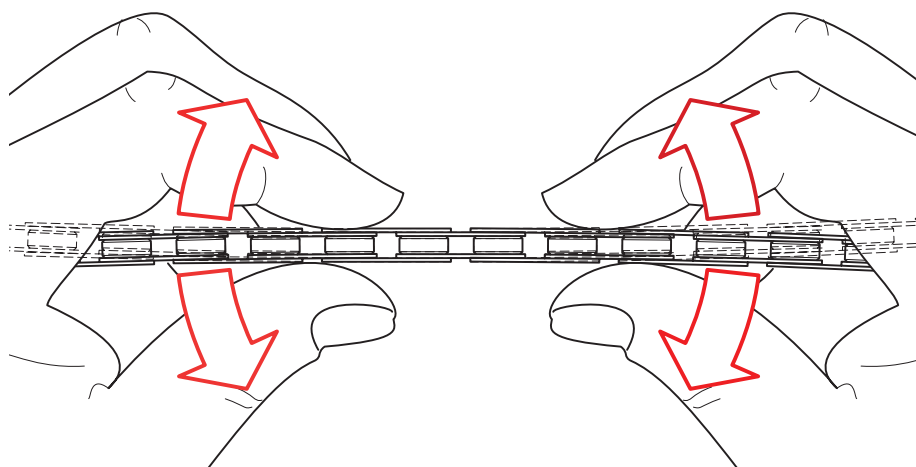

Fig.24
- Libérez éventuellement l'articulation en exerçant de légères flexions latérales sur les maillons (Fig. 24).